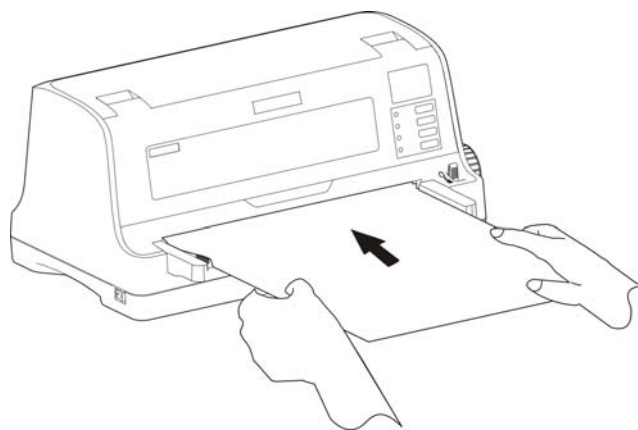

图 3-4 安装票据
4. 插入纸张，如图 3-4 所示，纸张会自动进入打印位置。